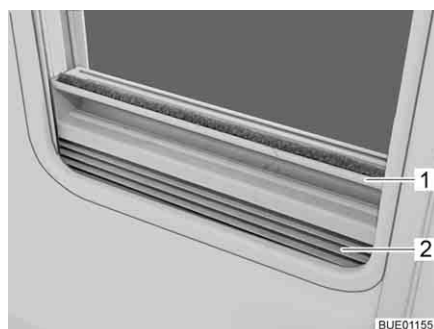

Fig. 64 Tendina oscurante pieghevole
- Chiusura:** ■ Afferrare la tendina oscurante pieghevole (Fig. 64,2) per la parte centrale della barra di presa (Fig. 64,1), tirarla dal basso verso l'alto e rilasciarla nella posizione desiderata. La tendina oscurante pieghevole rimane in questa posizione.